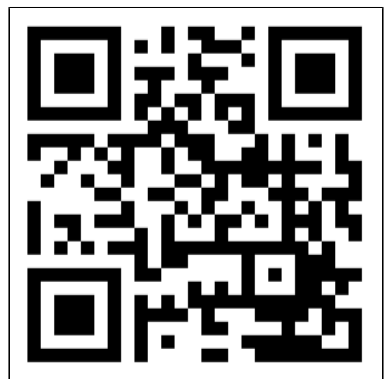

Abbildung 33.
1. Öffnen Sie das Eurom Smart App-Handbuch mit dem QR-Code (Abbildung 33) oder gehen Sie zu www.eurom.nl/nl/manuals.